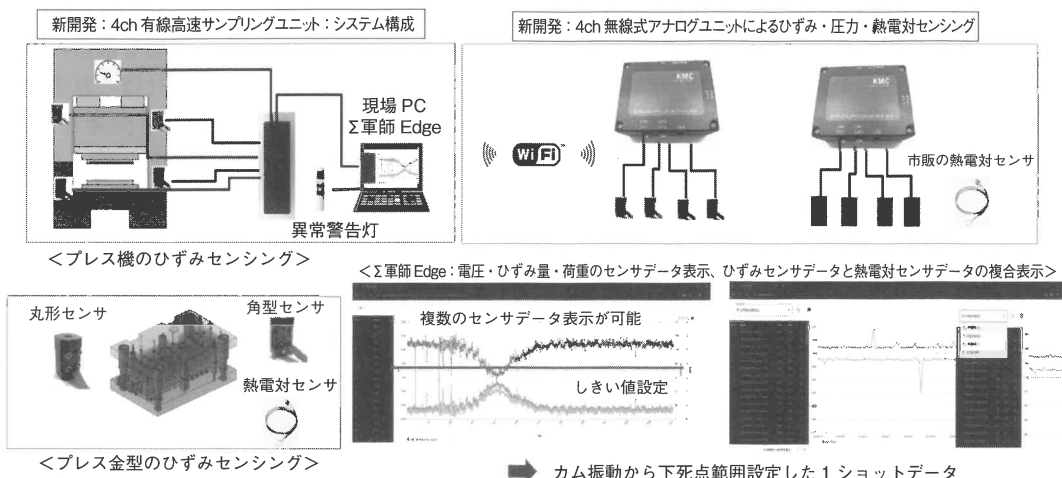

図2 プレスモニタリングのシステム図 (プレス機・金型ひずみ+熱電対による型温測定とΣ軍師 Edge データ例)
常設用には、1ch と 4ch の無線・有線ユニットとひずみセンサを連結させた「プレスモニタリング」システムが活躍している (図2)。金型にもプレス機にも複数のひずみセンサとセンサユニットが設置され、常時変位監視ができるシステムだ。現場 PC「Σ軍師 Edge」のデジタルデータ監視 (1ショットグラフと数値表示) としきい値設定により、異常監視と赤色灯とを連携させた警告機能や、CSV 出力により生産技術者による分析も可能だ。
- ① 材料センサ：板厚測定センサ・材料の非接触温度センサ
- ② ミスフィードセンサ：順送金型などの材料の送り不具合をパイロット穴を利用し、半導体ひずみセンサで測定
- ③ プレス金型内圧センシング：センサプレートに4～16chの丸形センサを組み込み、内圧分布を測定
- ④ パンチ荷重・背圧センシング：パンチ後端に丸形センサを組み込み、パンチにかかる荷重を測定
- ⑤ パンチ曲がり計測センサ：平板のプレートに半導体ひずみセンサを貼り付け、パンチにかかる曲がり応力を測定
- ⑥ パンチ・ダイの光ファイバー温度センサ：熱電対では得られない高精度・高速温度センシング
- ⑦ プレス機・金型のひずみ・圧力センサ・熱電対センサ：図2参照
- ⑧ プレス材料・金型の温度センシング：「サーモモニタリン」
- ⑨ プレス機内、工場の環境温湿度センサ：Stethoscope II無線式温湿度センサ
- ⑩ 研究開発：エアーマイクロ／渦流式型開き